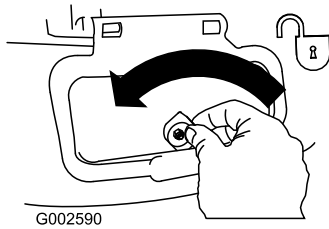

Figure 31
1. Unlock the side discharge door (Figure 31).